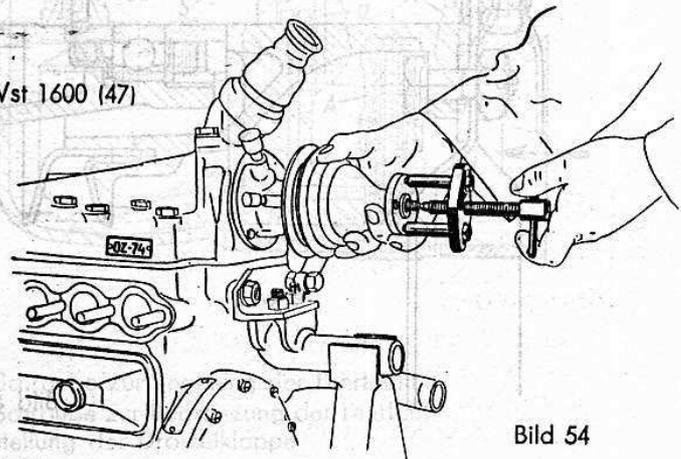

Bild 54
4. Riemenscheibe mit Nabe von Wasserpumpenwelle abziehen (Wst 1600) (Bild 54).